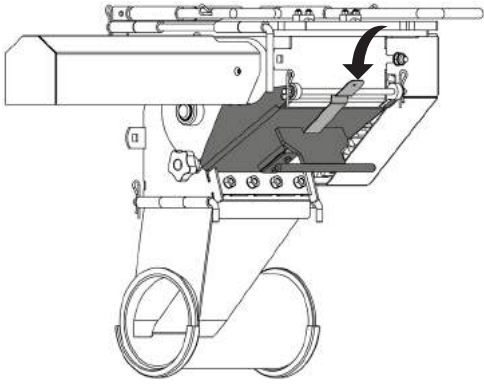

Fig.1
- Vidange par la trappe de visite au niveau de la face avant du boîtier, déclipser la lame ressort et tirer la poignée vers le haut (voir fig.1). Veiller au bon verrouillage de la trappe de vidange (Voir fig.2).
- Draining by the emptying shutter on the level of the unit's front face, unclip the spring blade and pull the lever upwards (see fig.1). Check the emptying shutter is locked properly (see fig. 2).